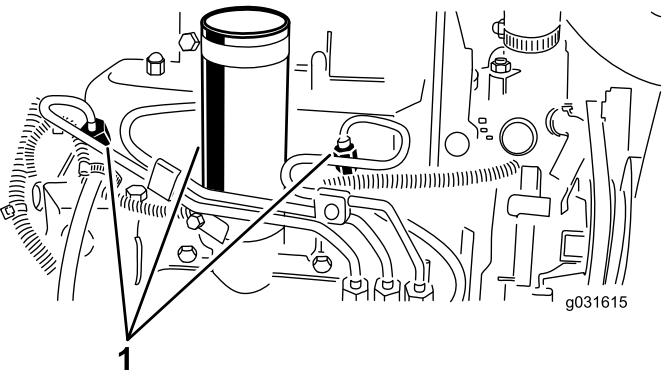

Figura 51
1. Liberte a tubagem que se encontra ligada ao injetor nº 1 e à estrutura de suporte da bomba de injeção (Figura 51).